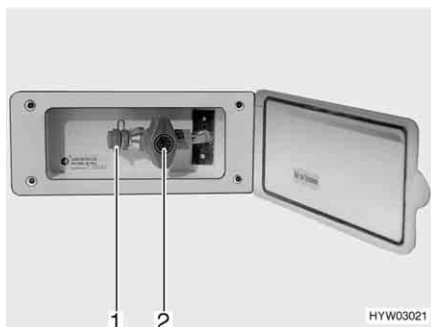

Fig. 122 Presa gas esterna, rubinetto di arresto del gas chiuso
La presa gas esterna (Fig. 122) si trova sul lato anteriore destro vicino al vano portabombole.
- Collegare l'apparecchio a gas esterno all'attacco (Fig. 122,1).
- Aprire il rubinetto di arresto del gas (Fig. 122,2).